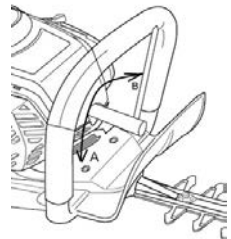

Рис.12
2. Круговыми движениями аккуратно вывинтите свечу зажигания, используя торцевой ключ (Крутить торцовочным ключом по направлению "А", рис.12).
7. Установите свечу зажигания на место. (крутить торцевым ключом по направлению "В", рис.12) и наденьте высоковольтный провод.